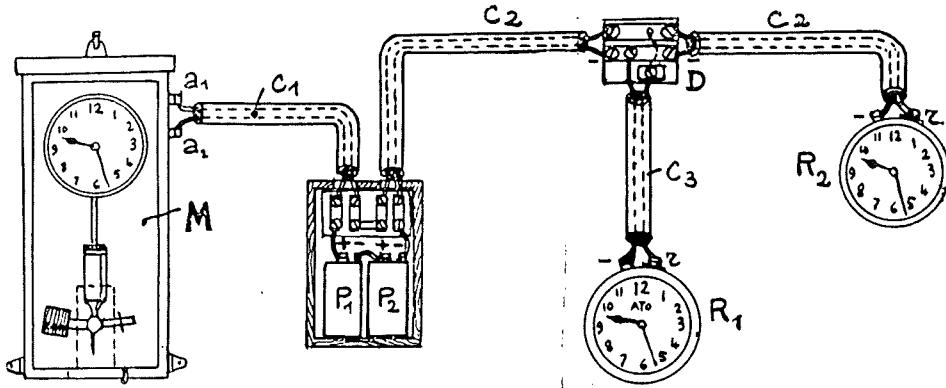

FIG. 2. — Schéma de montage.
Le schéma de montage est indiqué sur la figure 2.
Il y a intérêt à grouper les piles dans une boîte comme l'indique la fig. 2.
Comme on le voit sur la fig 2 :
a) Réceptrices murales. — Lorsque celles-ci sont en bout de canalisation, elles sont branchées comme indiqué pour R2 (fig. 2); toutes les autres sont branchées comme indiqué pour R1 (fig. 2).
Nous conseillons de placer les piles dans une boîte ou une petite armoire spéciale, les bornes étant raccordées au fil électrique sous plomb par l'intermédiaire de plots de raccordement à vis montés sur ébonite ou bois paraffiné, à l'abri de l'humidité (voir fig. 2).